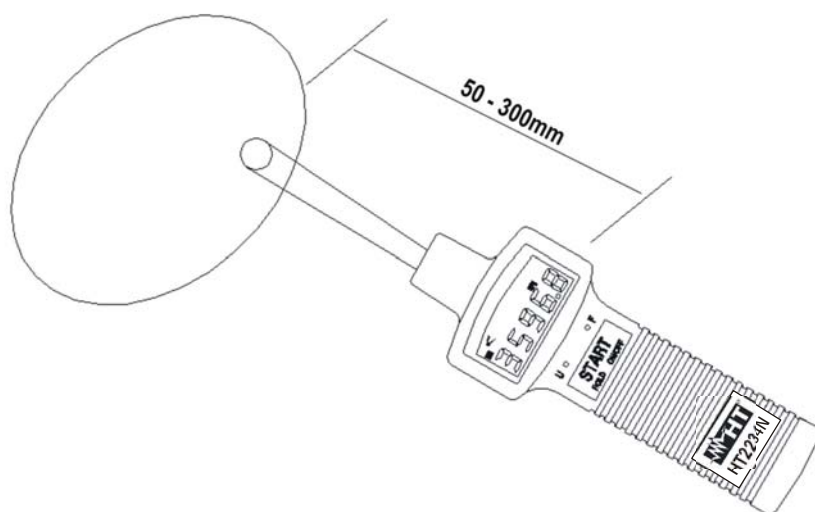

Fig. 2: misura velocità non a contatto (RPM)
6. Puntare lo strumento verso l'oggetto in prova come mostrato in Fig. 2.